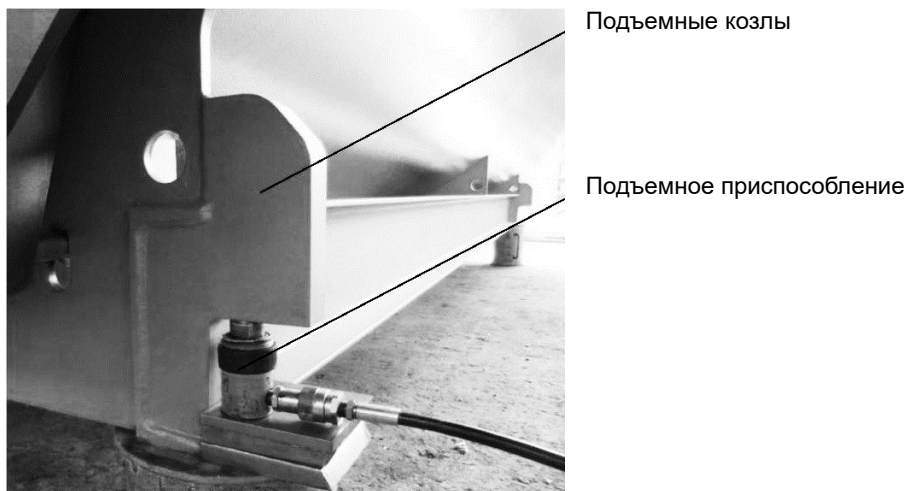

Рис. 2: Подъем котла с помощью подъемного приспособления (изображение для одной опоры котла)
- При подъеме котла подъемное приспособление должно быть подложено под подъемные козлы по всей площади (по центру и как можно ближе к опоре котла). Во избежание соскальзывания котла необходимо проложить противоскользящий мат между подъемным приспособлением, следующий рис.2: изображение опоры котла).